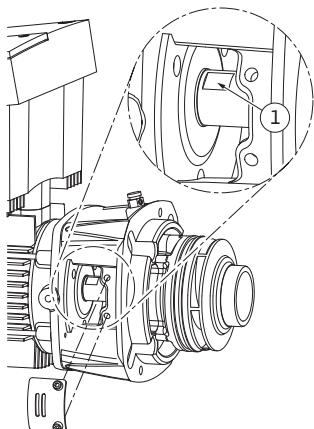

Fig. 51: Cheie fixată pe arbore
15. Introduceți o cheie fixă, deschidere optimă a cheii 22 mm, în fereastra piesei intermediare și fixați arborele cu cheia (Fig. 51, Poz. 1). Desfaceți piulițele rotorului (Fig. 7, Poz. 15). Rotorul hidraulic (Fig. 7, Poz. 16) este extras automat de pe arbore.
- 24. La montajul rotorului hidraulic introduceți o cheie fixă, deschidere optimă a cheii 22 mm, în fereastra piesei intermediare și fixați arborele cu cheia (Fig. 51, Poz. 1).